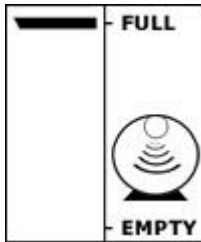

Fig 2
- 1) Dévisser l'émetteur vert de la jauge monté sur la citerne. Placer le récepteur dans une prise de courant*, une barre horizontale apparaît au dessus de l'écran. Cela signifie que le récepteur est prêt à se synchroniser avec l'émetteur (voir fig. 2).